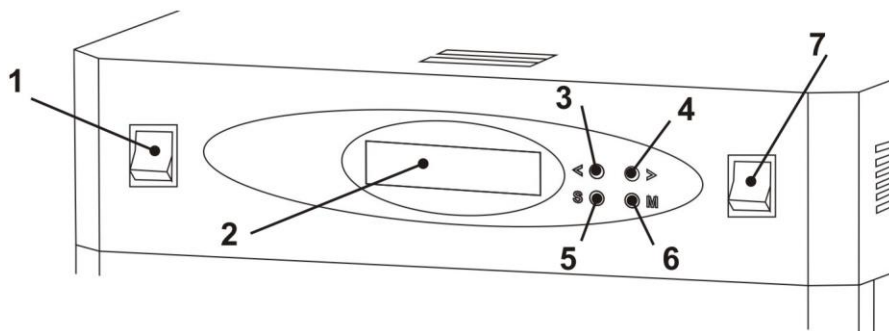

Рис.1
- клавиша «СЕТЬ» (вкл/выкл); (Рис.1 поз.1).
- клавиша «СВЕТ» (вкл/выкл); (Рис.1 поз.7)
- кнопки (без фиксации): «<>» (Рис.1 поз.3); «>» (Рис.1 поз.4) «S» (Рис.1 поз.5) «M» (Рис. 1 поз. 6)